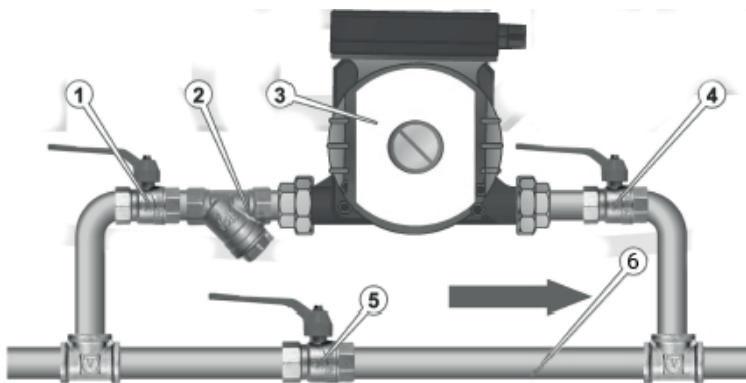
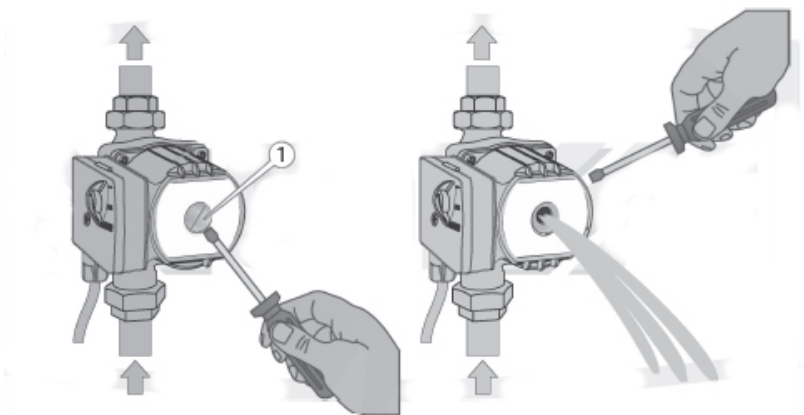

Рисунок 2. Схема встановлення насоса у систему.
Рисунок 4. Схема випуску повітря з насоса.
5.1.4 Перевірити готовність системи водопостачання для монтажу виробу (3, рис. 2) — трубопроводи мають мати запірні крани (1, 4, 5, рис. 2), байпас (обхідний трубопровід) (6, рис. 2) і фільтр грубого очищення (2, рис. 2) на системі водопостачання.
Для монтажу виробу має бути розроблений проєкт з урахуванням особливостей конкретного місця використання, згідно з рис. 2. Проєктом мають бути передбачені заходи компенсації вібрації обладнання та гідравлічного опору залежно від конфігурації вхідної та вихідної магістралей.
2. Змонтувати обхідну гілку водопроводу — байпас (6, рис. 2), що дає змогу в разі виходу з ладу виробу пустити воду в обхід (рис. 2). Байпас має бути оснащений окремим запірним краном (5, рис. 2), який перебуває в закритому стані під час роботи насосу.
У разі аварійної зупинки виробу її вхідний (1, рис. 2) та вихідний (4, рис. 2) запірні крани закриваються, а запірний кран (5, рис. 2) байпаса відкривається, забезпечуючи функціонування системи водопостачання, обминаючи насос.
4. Після зупинки виробу, відкрити вихідний кран (4, рис. 2), акуратно викрутити пробку (1, рис. 4) і випускати з насоса повітря, поки не з'явиться теплоносій. Закрутити пробку (1, рис. 4) на місце і затягнути її.
5. Відкрити запірні крани (1, 4 рис. 2) на вхідному та вихідному трубопроводах виробу.
1. Відкрутити на корпусі насоса заглушку заливного отвору (1, рис. 4) і перевірити наявність води в робочій камері насоса, за необхідності заповнити порожнину насоса водою, яка необхідна для запуску виробу.
2. Відкрити запірні крани (1, 4, рис. 2) на вхідному (1, рис. 2) та вихідному (4, рис. 2) трубопроводах.
2. Перекриттям вхідних (1, рис. 2) і вихідних (4, рис. 2) кранів виробу та відкриттям крана байпаса (5, рис. 2).
Перед зберіганням в умовах знижених температур (нижче 0 °C) обов'язково злити воду з насоса і просушити його. Для цього необхідно демонтувати виріб, акуратно викрутити пробку (1, рис. 4) і злити воду.